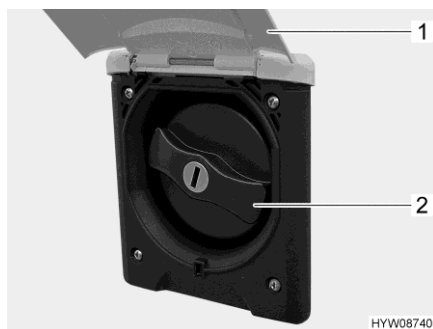

Fig. 170 Coperchio (bocchettone di riempimento dell'acqua potabile)
- Sollevare lo sportello esterno (Fig. 170,1).
- Ruotare il coperchio blu (Fig. 170,2) di un quarto di giro.